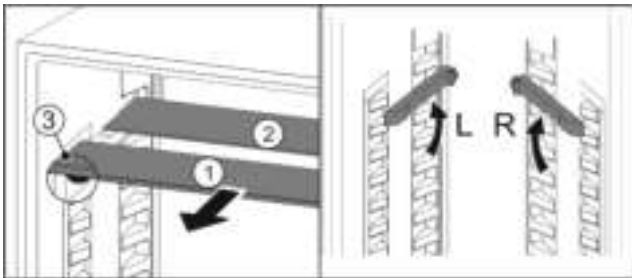

Fig. 20
- ▶ Glasplaten afzonderlijk vanaf de voorkant eruit trekken Fig. 20 (1).
- ▷ Glasplaat Fig. 20 (1) met de uittrekaanslagen bevindt zich aan de voorkant.
- ▷ Aanslagen zijn naar onder gericht Fig. 20 (3). Apparaten met vriesvak:*